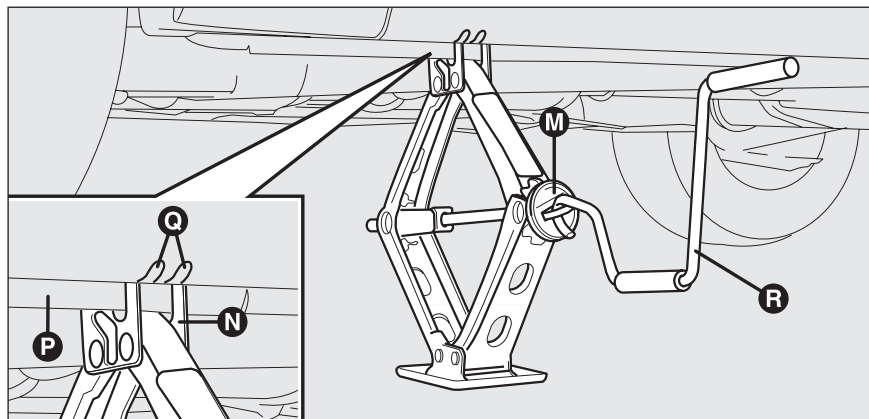

fig. 6
- ☐ accione el dispositivo **M-fig. 6** para abrir el gato hasta que la ranura **N** en la parte superior del gato se introduzca correctamente en el perfil inferior **P** ubicado en el chasis en correspondencia a la indicación **Q** (a unos 72 cm del centro de la rueda delantera, o bien, a 75 cm del centro de la rueda trasera);
- ☐ introduzca la manivela **R-fig. 6** para permitir accionar el gato y levante el coche hasta que la rueda se alce del suelo de algunos centímetros;
- ☐ accione la manivela **R**-fig.6 para bajar el coche y quite el gato;